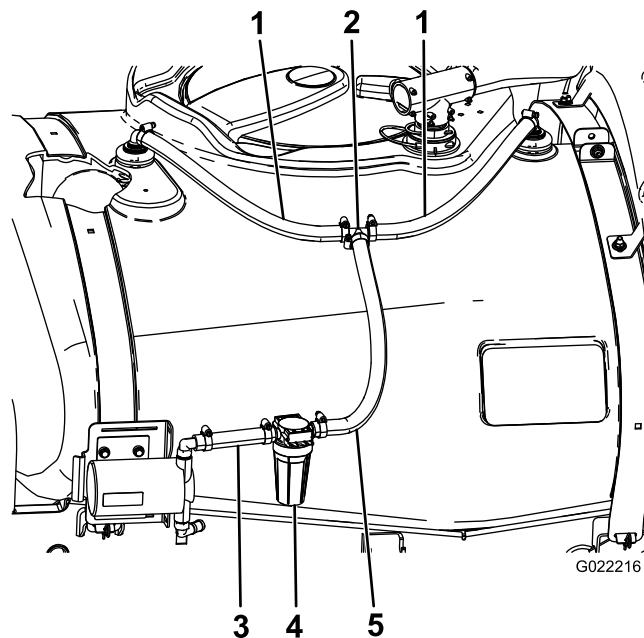

图 10
1. 使用 2 个软管夹将 48cm 软管连接到之前安装的冲洗喷嘴软管宝塔接头图 10。
2. 用 2 个软管夹将软管的松开端连接到三通接头图 10。
1. 用 1 个软管夹将冲洗过滤器软管的长端连接到三通接头图 10。
2. 用 1 个软管夹将冲洗过滤器软管的另一端连接到冲洗泵上的上软管宝塔接头图 10。